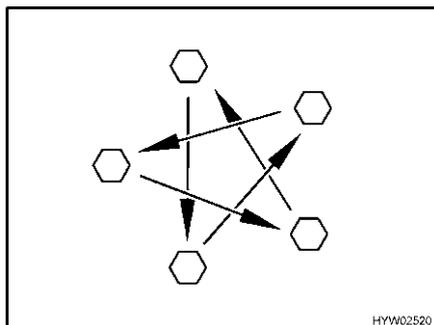

Bild 214 Radmuttern oder Radschrauben über Kreuz anziehen
- Radmuttern oder Radschrauben regelmäßig auf festen Sitz prüfen. Radmuttern oder Radschrauben eines ausgewechselten Rades nach 50 km über Kreuz nachziehen (Bild 214). Anziehdrehmoment siehe Abschnitt 13.5.2.
- ▷ Radmuttern oder Radschrauben über Kreuz anziehen (Bild 214).